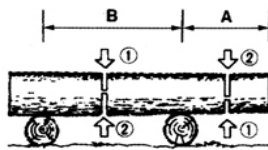

Fig. 14
- **TRONCO SOSPESO RISPETTO AL TERRENO:** Nella zona "A" segare dal basso per un terzo e terminare segando dall'alto verso il basso. Nella zona "B" segare dall'alto per un terzo e terminare segando dal basso (Fig. 14).